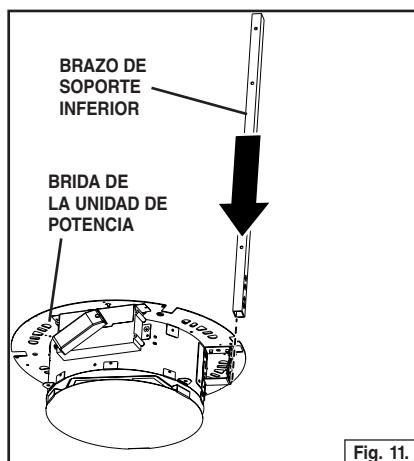

Fig. 11.
- Fije los brazos inferiores de soporte a cada unidad motriz. Coloque el brazo de soporte a través de la ranura lateral en la brida de la unidad motriz. Fig. 11.